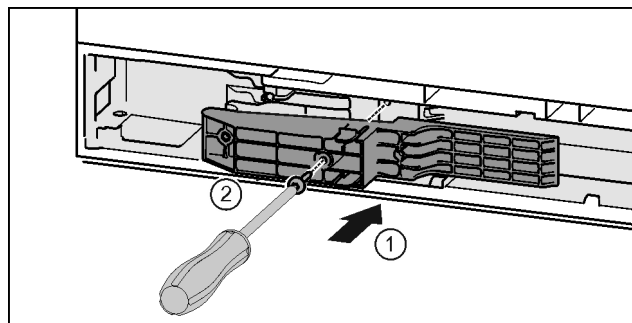

Fig. 45 \*
- ▶ Helyezze be az illesztődarabot a nyílásba a fogantyú felőli oldalon. Fig. 45 (1)\*
- ▶ Húzza meg a csavarokat a T15 csavarhúzóval. Fig. 45 (2)\*